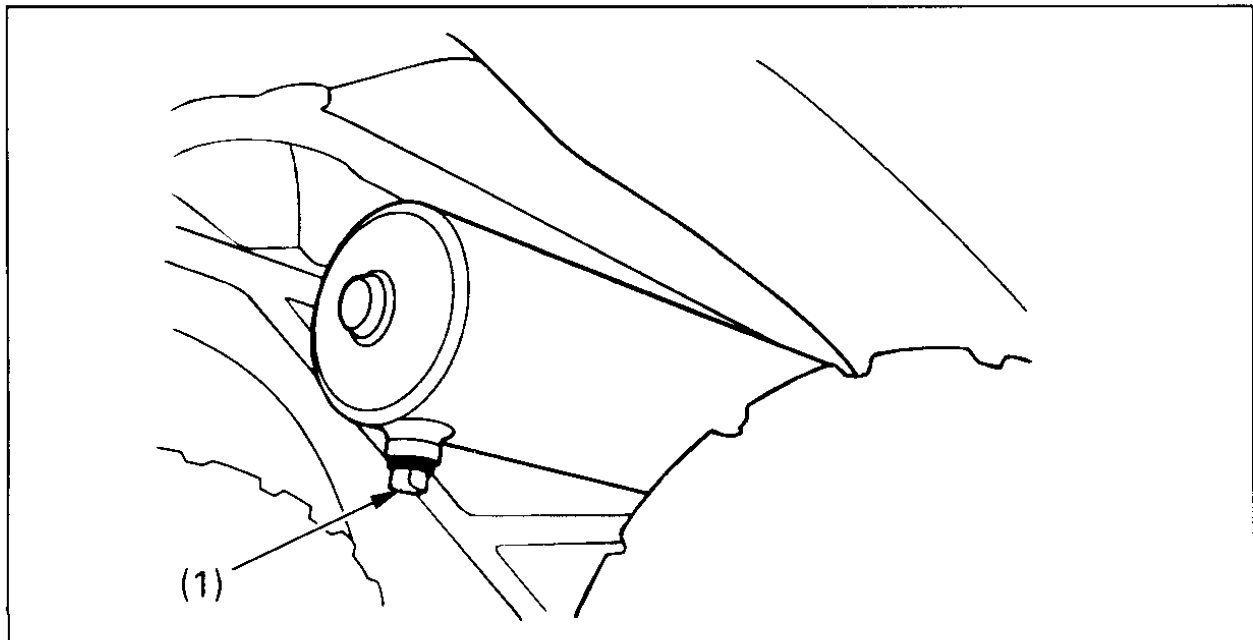

Fig. 4-30
2. Remove the bolt. (Fig. 4-30)